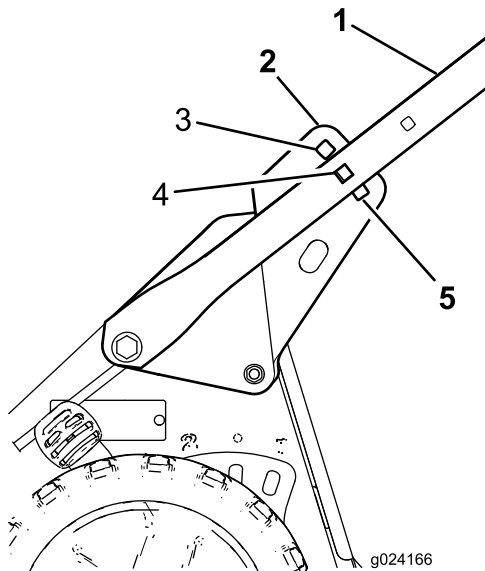

Figure 5
- Tenez-vous derrière la machine à la position d'utilisation pour déterminer la hauteur du guidon qui vous convient le mieux (Figure 5).